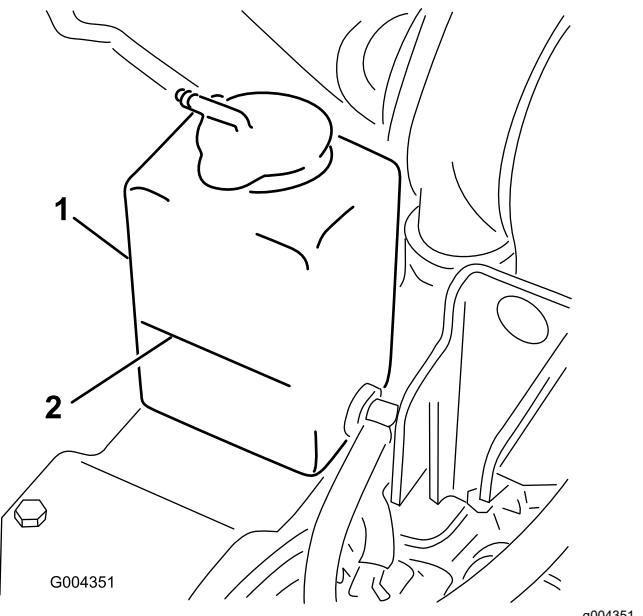

Рисунок 50
3. Проверьте уровень охлаждающей жидкости в расширительном бачке (Рисунок 50).